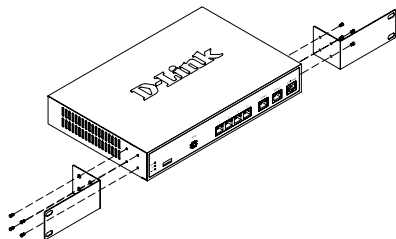

Figura 3. Acoplamiento de los soportes de montaje en estante
1. Acople los soportes de montaje a cada lado del chasis, como se muestra en la figura 3 y fíjelos con los tornillos suministrados.